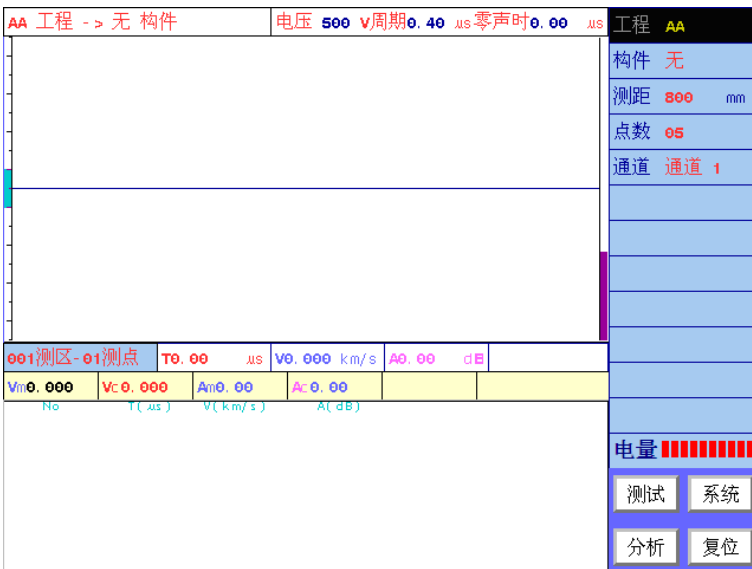
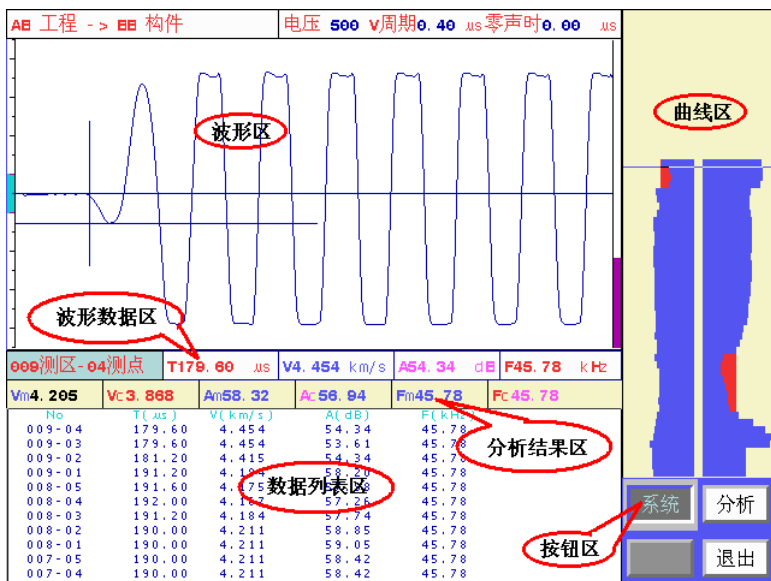

图 4.1 参数设置界面
图 4.3 测试界面
在仪器起动后的功能选择界面上,按【▲、▼】键或旋转旋钮将光标移至**超声法不密实区和空洞检测**功能钮上,按下【←】键或旋钮,则进入如图 4.1 所示的参数设置界面。
在图 4.1 所示的参数设置界面的右部的参数区，用户可以设置工程名称、构件名称、测距、点数，如果是 U520 超声仪，还可以选择通道。
在图 4.1 所示的界面中按【▲、▼】键或旋转旋钮使光标停留在工程上，按下【←】键或旋钮，进入文件管理界面，如图 4.2 所示，有关文件管理界面的操作方法将在第 4.6 节中说明。此时
完成以上 3 步后，您已经指定了当前要使用的工程、要测试的构件。这时系统会自动返回图 4.1 所示工程参数设置界面。
如果图 4.1 中显示的工程名称已经是您想要的工程名称，那您就不需要做这项操作了。一般在一个工地测试第一个构件时需要输入工程名，在测试其他构件时只需选择该工程为当前工程。
如果图 4.1 中显示的构件名称已经是您想要的构件名称，那您就不需要做这项操作了。一般在测试完一个构件后，再测试下一个构件时，需要新建构件；对某一个构件进行续测时，需要选择该构件。
当测试完一个构件之后，需要测试另一个构件时，也可在图 4.1 界面中将光条移至**构件**栏后按【←】键或旋钮，弹出构件名输入框后直接输入新的构件名称。
当您在图 4.1 所示的工程参数界面中设置完所有工程参数后就可以按**采样**键或**测试**按钮，进入图 4.3 所示的测试界面。测试界面分为：波形区、波形数据区、曲线区、数据列表区、分析结果区、按钮区六部分。在界面的顶部会显示当前工程、当前构件及采样参数（发射电压、采样周期及零声时）等信息。
- 1) 在图 4.3 所示的测试界面按【采样】键进行采样，此时仪器激励发射换能器发射超声脉冲（换能器有响声），仪器自动调整接收信号，在波形区上显示调整好的波形，并进行动态刷新。
如果已经测完了当前构件，则在测试界面（如图 4.3 所示）按分析按钮，可进入分析处理界面，如图 4.6 所示，对已测数据依照《测缺规程》第 6.3 节进行处理。